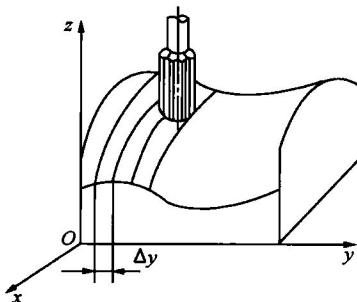

图 1-5 二轴半联动加工示意图
② 二轴半联动。主要用于三轴以上控制的机床，其中两个轴互为联动，而另一个轴做周期进给，如在数控铣床上采用行切法加工三维空间曲线，如图 1-5 所示。